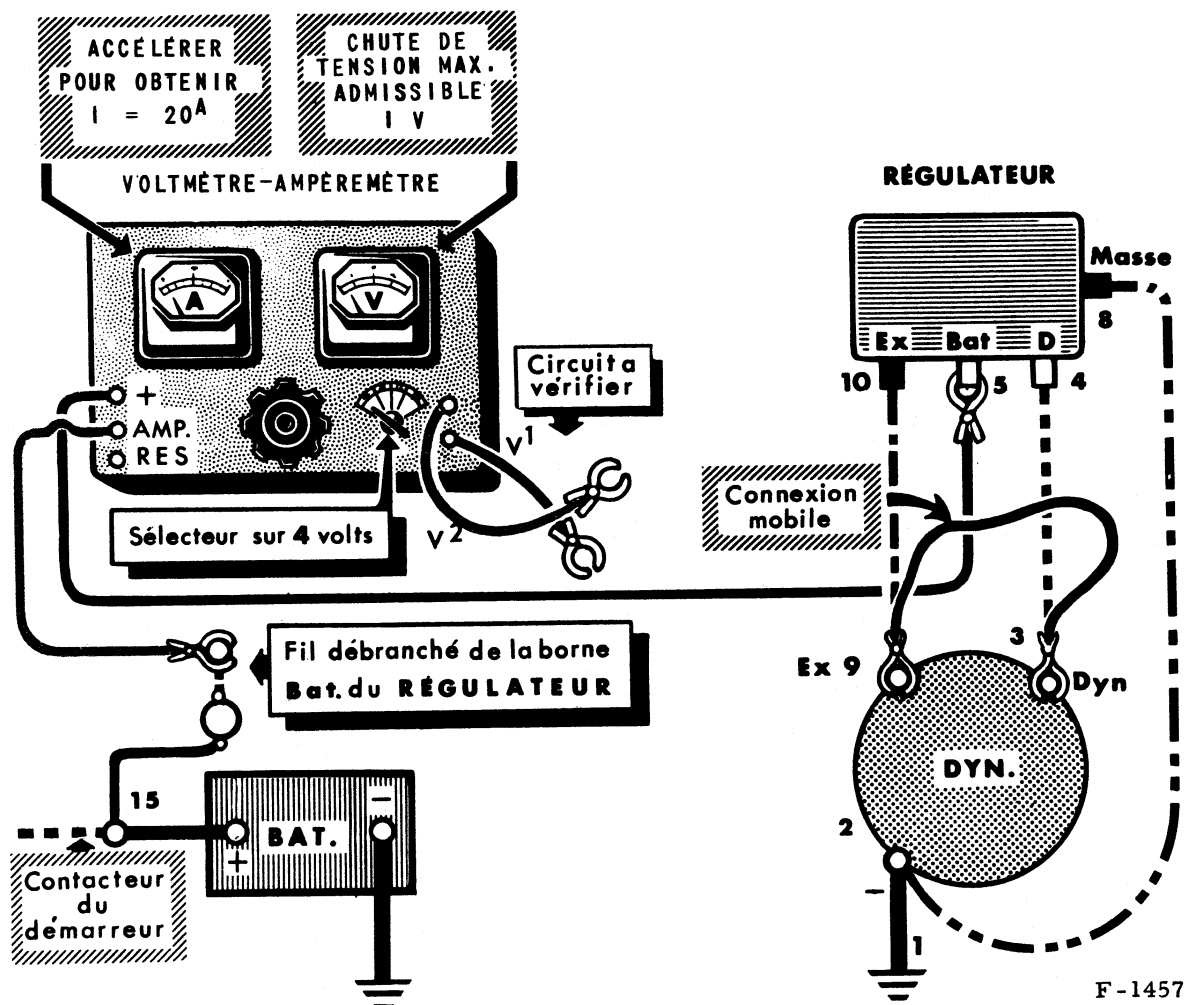

Fig. 14. — Vérification du circuit de charge à l'aide du voltmètre ampèremètre.
- Réaliser le branchement suivant la figure 14.
- Connecter le fil V1 (rouge) à la borne DYN. de la génératrice (3), le fil V2 (vert) à la borne positive de la batterie (6) (borne isolée de la masse).